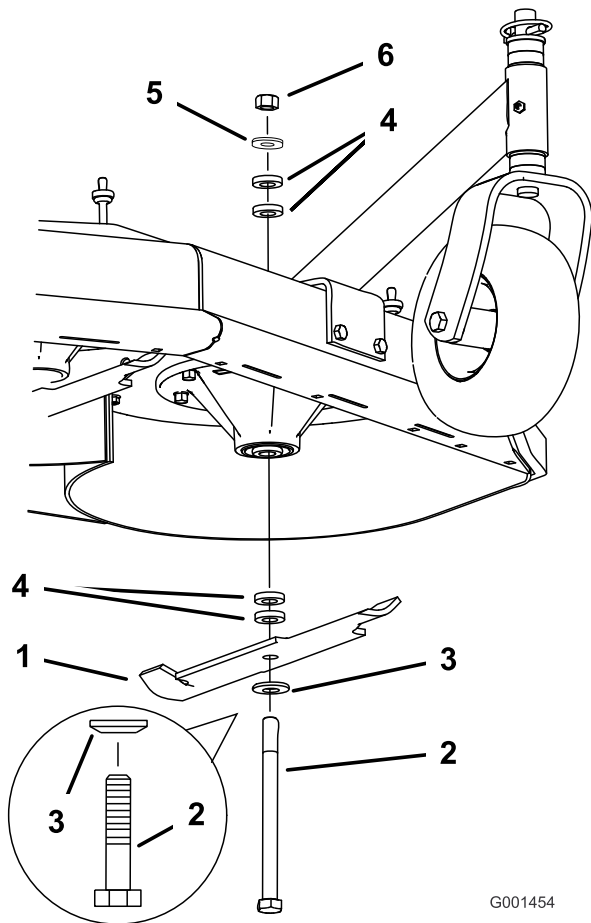

Figura 57
2. Togliete il dado, il bullone della lama, la rondella concava, la lama, i distanziali e la rondella sottile dal fusello (Figura 57).
1. Montate il bullone, la rondella concava e la lama. Selezionate il numero corretto di distanziali (o uno solo) per l'altezza di taglio e fate scorrere il bullone nel fusello (Figura 57).
2. Montate i distanziali restanti e fissateli con una rondella sottile e un dado (Figura 57).